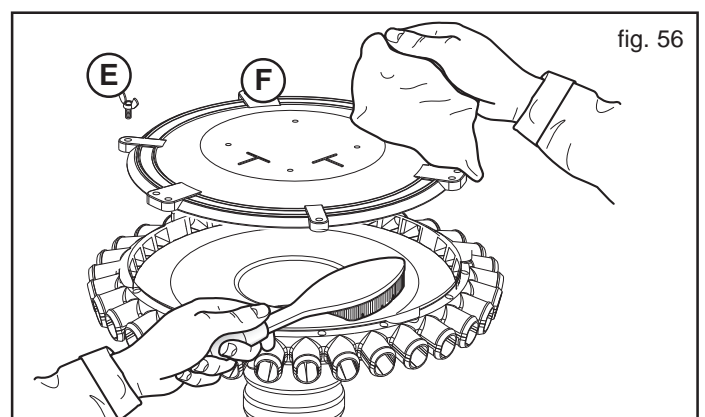

fig. 56
OGNI 50 ORE DI LAVORO	<ul style="list-style-type: none"> <li>- Effettuare una completa ed accurata pulizia del corpo dosatore (vedi capitolo 3.4).</li> <li>- Effettuare una completa ed accurata pulizia della testa di distribuzione (Fig. 56):               <ul style="list-style-type: none"> <li>• Allentare e togliere i dadi ad alette (E);</li> <li>• Togliere il coperchio del distributore (F);</li> <li>• Pulire con una spazzola le parti in metallo e con un panno le parti di plastica;</li> <li>• Rimontare il coperchio e fissarlo con i dadi ad alette.</li> </ul> </li> </ul>